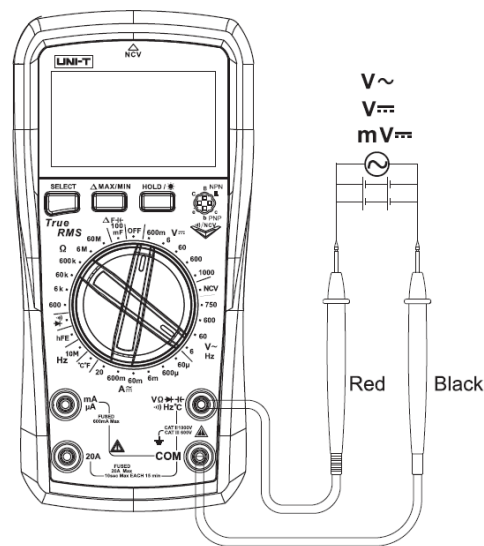

Рисунок 2
**1. Измерение переменного и постоянного напряжения (Рисунок 2)**